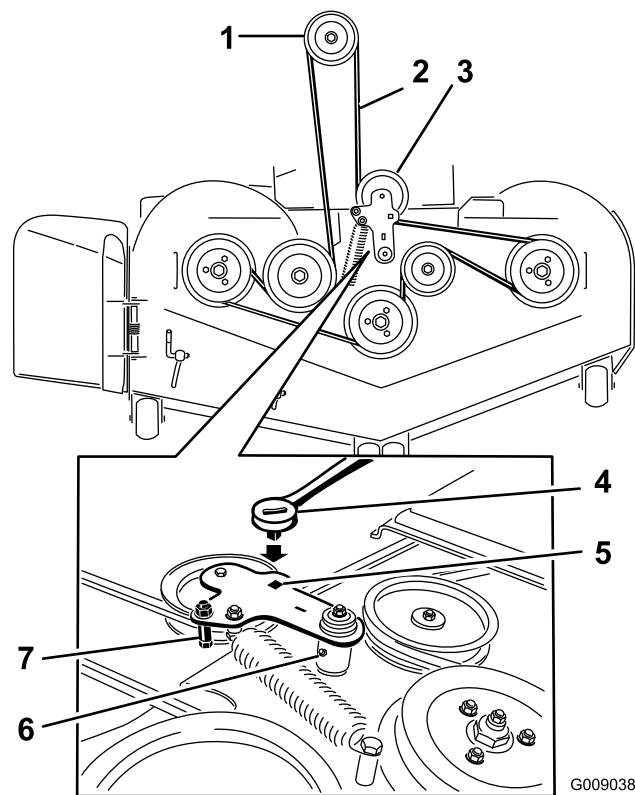

Bild 61
7. Setzen Sie eine Ratsche in das rechteckige Loch im Spannarm ein, um die Spannung an der Spannscheibenfeder zu lösen (Bild 61).
9. Nehmen Sie die Riemenschutzvorrichtung am gefederten Spannarm ab, wie in Bild 61 dargestellt.
11. Verlegen Sie den neuen Riemen um die Mähwerk- und Bremsspannscheiben unter dem Motor (Bild 61).
12. Nehmen Sie die Riemenführung am Spannarm ab, wie in Bild 61 dargestellt.
13. Setzen Sie die Spannscheibenfeder mit der Ratsche im rechteckigen Loch ein (Bild 61).